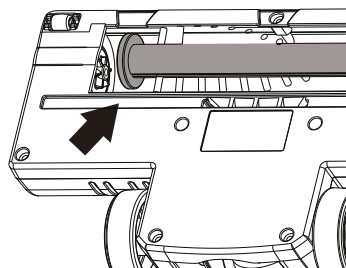

Рисунок 3
3. После очистки установите валик на место, совместив левую открытую сторону с шестерёнкой в форме звезды внутри корпуса. Немного покрутите вал, чтобы зафиксировать его на месте. (Рисунок 3)